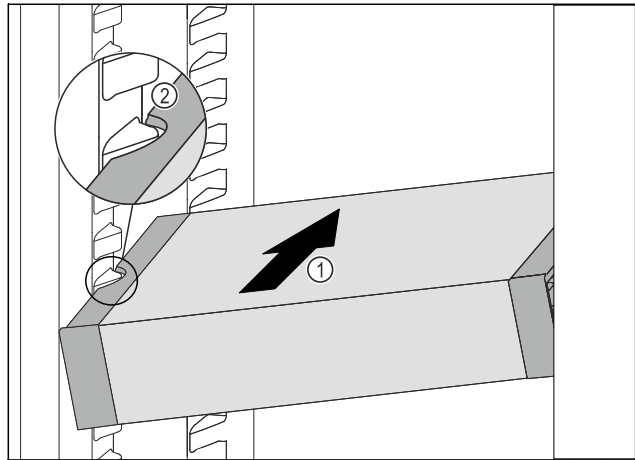

Fig. 36
- ▶ Вдвигайте VarioSafe под наклоном в холодильное отделение Fig. 36 (1), пока боковые выемки Fig. 36 (2) VarioSafe не окажутся на высоте выступа резервуара в холодильном отделении.